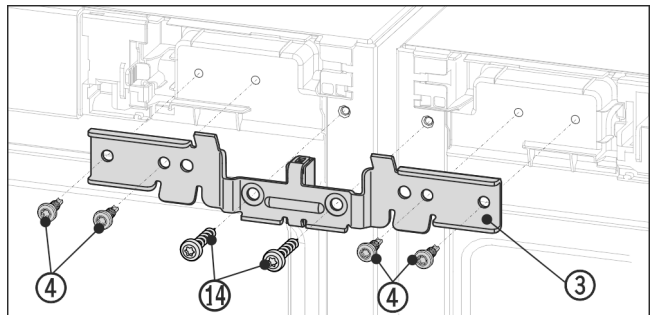

Fig. 12 Beispielhafte Darstellung
- ▶ Winkel Fig. 12 (3) mit dem Distanzstück zwischen die Geräte und auf die Zapfen schieben. Den Winkel mit vier Schrauben Fig. 12 (4) und den zuvor herausgeschraubten Erdungsschrauben Fig. 12 (14) abwechselnd rechts und links lose anschrauben.